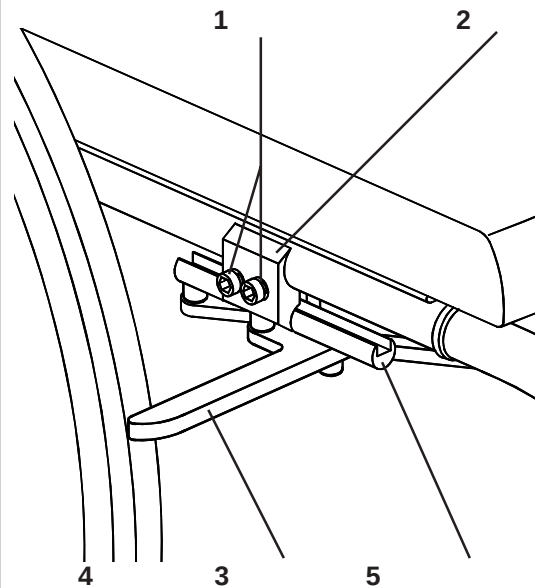

Fig. 32
Schaar handremmen (Fig. 32) zijn gemonteerd op de onderste framebuis (2). Ze vergrendelen goed op de wielen maar zitten niet in de weg in de ontgrendelde positie. Voor het afstellen van de remmen, draait u de twee 8mm schroeven (1), aan de onderkant van iedere klem los. Verplaats de rem zover naar voren of naar achteren op de frame buis, dat de rempen, in vergrendelde positie, ongeveer 4mm in de band drukt. Plaats de onderste delen van de klemmen terug draai de schroeven, met een 10mm sleutel vast, op een aanhaalmoment van 15Nm.